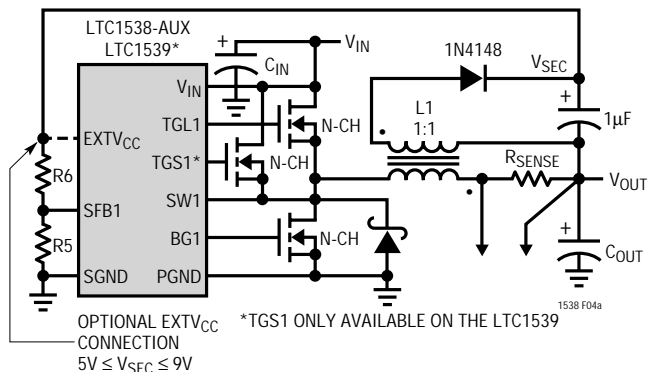
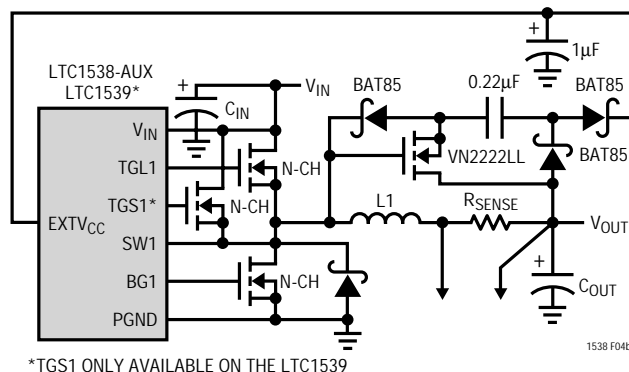

Figure 4a. Secondary Output Loop and EXTV_{CC} Connection
Figure 4b. Capacitive Charge Pump for EXTV_{CC}
3. EXTV_{CC}を出力から引き出すブースト・ネットワークに接続する。3.3Vおよび他の低電圧レギュレータでは、EXTV_{CC}を4.8V以上にブーストした出力誘導型電圧に接続すれば効率が改善されます。これは図4aに示す誘導性ブースト巻線、または図4bに示す容量
二次側出力電圧は、図4aに示すとおり、トランスの巻数比とSFB1ピンに接続される1組の外付け抵抗との関連によって設定されます。二次側の安定化された電圧(図4aの V_{SEC})は、次のとおり与えられます：